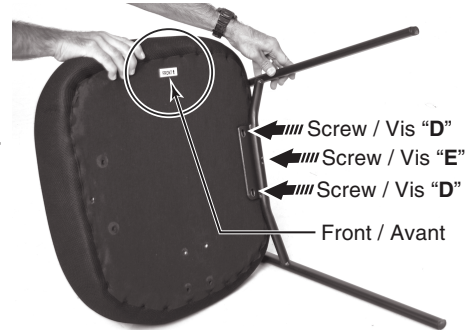

Figure 3
- With the front of the seat (B) facing up, carefully align the 3 holes on the left side of the seat (B) with the 3 holes on the metal leg (C), as shown in Figure 3. **Ensure that the label indicating the front of the seat is facing up and away from your work surface as shown in Figure 3.**
- Orienter l'avant de l'assise du siège (B) vers le haut et centrer les 3 trous situés du côté gauche de l'assise (B) avec les 3 trous du pied métallique (C), comme illustré à la figure 3. **S'assurer que l'autocollant identifié FRONT sur l'assise du siège soit tourné vers le haut et à l'opposé de la surface de travail comme illustré à la figure 3.**